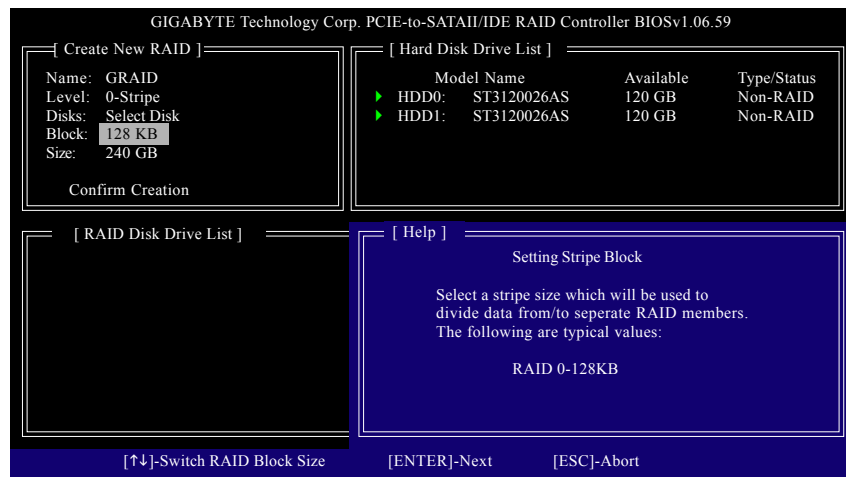

図 6
4. **ブロックサイズの設定 (RAID 0 のみ)** :Block アイテムの下で、上または下矢印キーを使用してストライプブロックサイズを 4 KB ~ 128 KB の間で選択します (図 6)。<Enter> を押します。